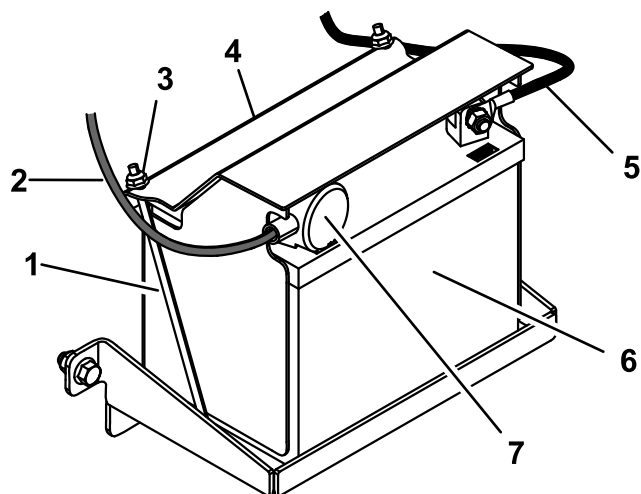

Figura 27
- Posizionate la batteria sul vassoio e fissatela utilizzando il coperchio della batteria, 2 aste di fissaggio e 2 dadi (Figura 27).
- Fate scorrere la guaina rossa sul polo positivo della batteria (Figura 27).